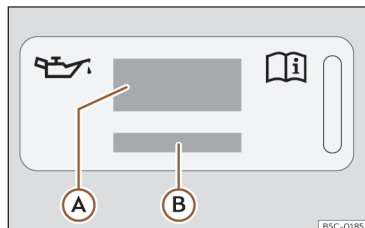

Fig. 221 Dans le compartiment moteur : étiquette d'huile moteur
Légende de la >>> **fig. 221** :
Si vous devez ajouter de l'huile moteur, utilisez l'une des huiles indiquées sur l'étiquette >>> **fig. 221**. L'étiquette avec la norme prescrite se trouve sur l'avant du compartiment moteur
- En cas d'absence de l'étiquette avec la spécification de l'huile moteur >>> **fig. 221**, contactez un atelier spécialisé.